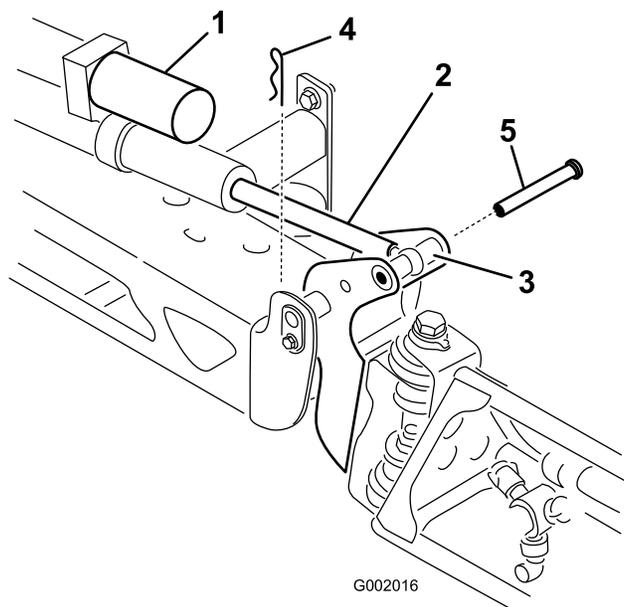

Figura 43
2. Togliete la coppiglia dal perno di articolazione (Figura 43).
- Sollevate la barra e togliete il perno (Figura 43). Abbassate lentamente la barra al suolo.
- Alzate la barra per allineare il perno con l'asta dell'attuatore. Tenete ferma la barra e inserite il perno attraverso il perno della barra e l'asta dell'attuatore (Figura 43).